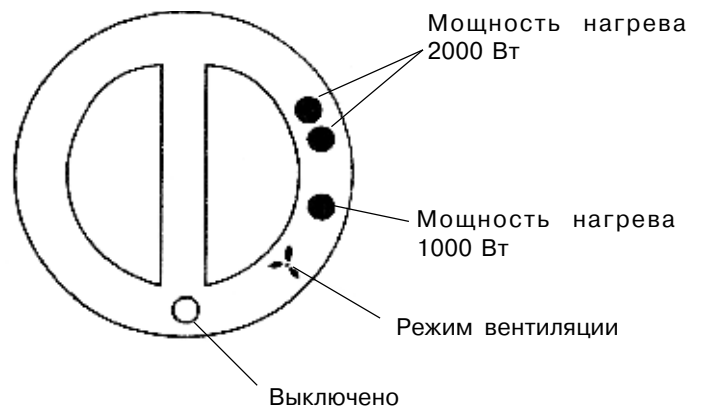
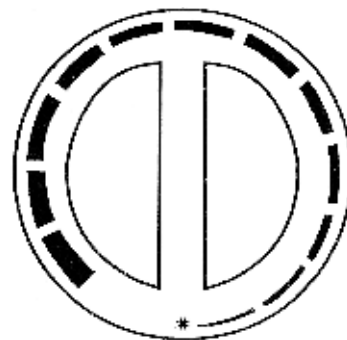

Рис. 4
Рис. 5
- Тепловентилятор САСНОУ оснащён 4-х позиционным переключателем - "Выключено"/"Вентиляция"/"Мощность нагрева 1000 Вт"/"Мощность нагрева 2000 Вт" (рисунок 4) и регулятором термостата (рисунок 5).
- Выбор требуемого режима работы выполняется поворотом переключателя режимов (рис. 4) против часовой стрелки. Выберите желаемую мощность нагрева (●, ●●). Система управления также предусматривает режим вентиляции без нагрева, задание которого выполняется установкой переключателя режимов в положение ✪. На моделях MIDI SB загорается светоиндикатор "pilot".
- Поверните ручку термостата (Рис. 5) по часовой стрелке до включения тепловентилятора (при этом раздаётся характерный щелчок).